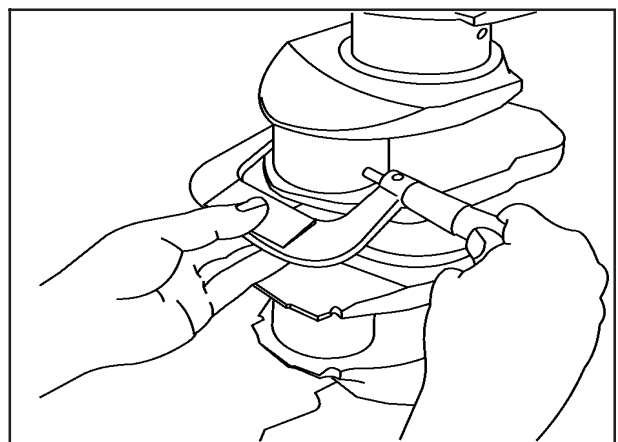

FIG 3
3. Examine se há riscos e danos nos munhões e moentes. Com o micrômetro meça o diâmetro, ovalização e conicidade em 4 pontos, ovalização max 0,006.mm, **Fig.3.**